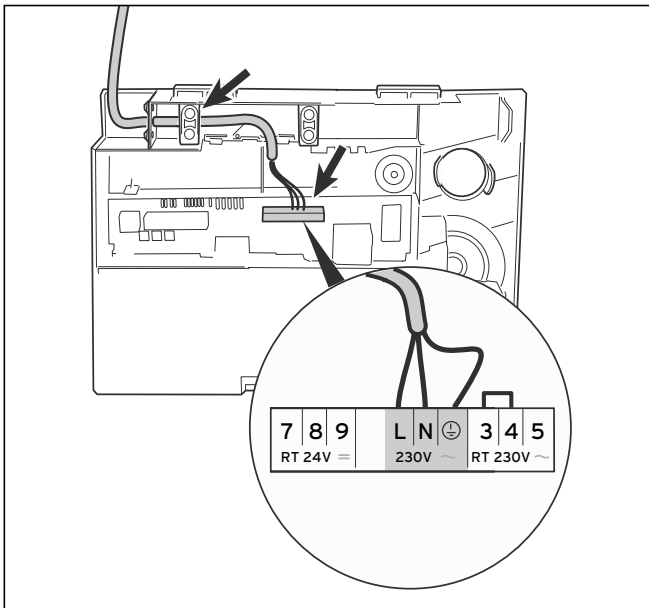

Рис. 5.11 Подключение сетевого кабеля
- Проложите сетевую подводящую линию к уровню подключений в распределительной коробке, как показано на рис. 5.11.
- Подключите сетевую подводящую линию к предусмотренным для этого клеммам L, N и PE системы ProE (см. рис. 5.11).